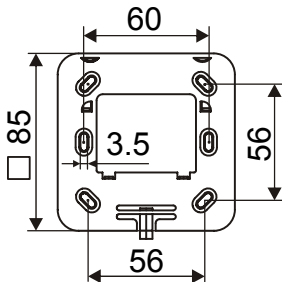

Рис. 2
2. Закрепите основание (рис. 2) на стене или в гнезде для скрытого монтажа с помощью 2 ... 4 винтов диаметром макс. 3 мм.